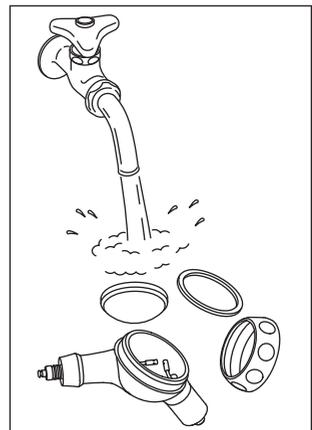

Fig. 20
- 3) Elimine el polvo Perio Mate adherido al interior del depósito o de la tapa poniéndola bajo el grifo. (Fig. 20)